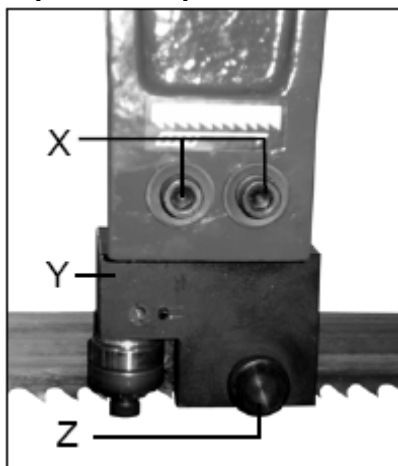

Рис.23
2. Ослабьте регулировочные винты (Z, Рис.23).